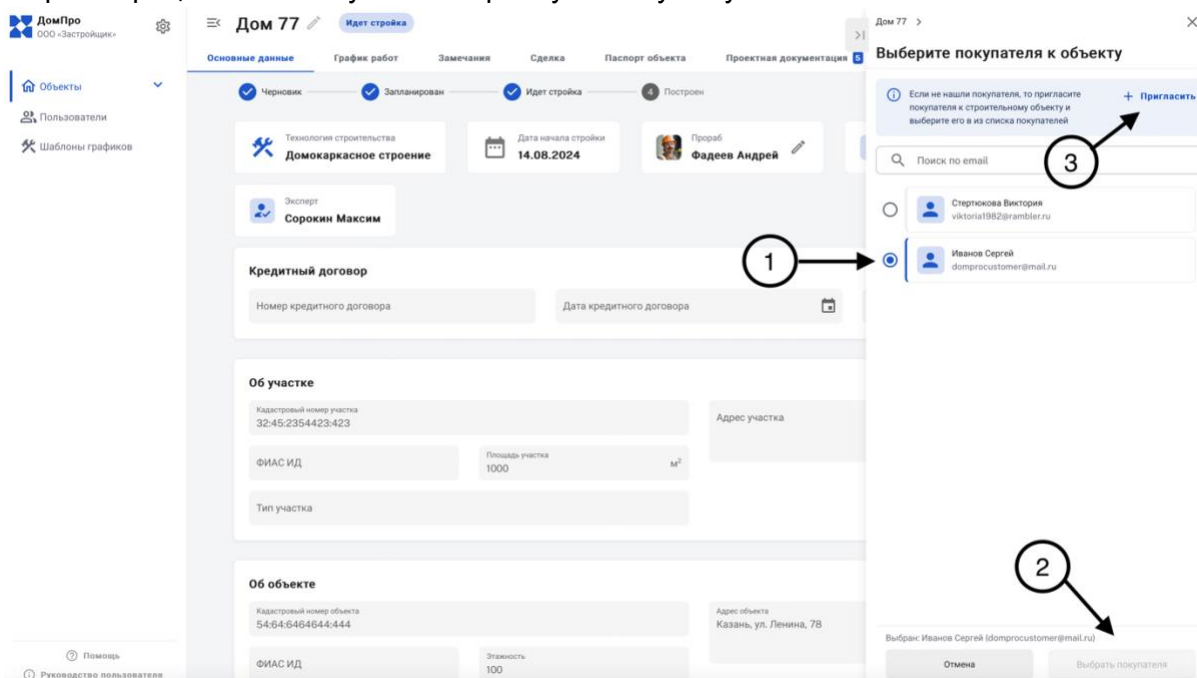

Рисунок 10 - Приглашение покупателя в объект
Для приглашения покупателя необходимо предварительно создать объект, этот процесс описан в п. 4.1. После того как объект создан в разделе «Основные данные» необходимо нажать на окно покупателя и выбрать ранее зарегистрированного покупателя (1), нажав на кнопку «выбрать покупателя» (2) Рисунок 10. В случае, если покупатель ранее не был зарегистрирован в системе необходимо нажать «пригласить» (3) и пройти полную процедуру заполнения персональных данных и отправки ссылки на регистрацию в систему на электронную почту покупателя.